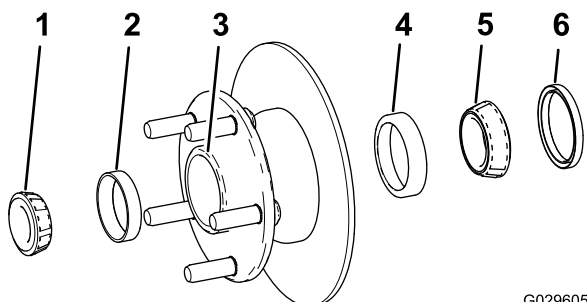

Figura 32
1. Retire o rolamento exterior e a correia do rolamento do cubo (Figura 32).
2. Retire o vedante, o rolamento interior e a correia do rolamento do cubo (Figura 32).
5. Limpe a cavidade do cubo de lubrificante, sujidade e detritos (Figura 32).
7. Coloque as correias do rolamento interior e exterior no cubo (Figura 32).
8. Encha a cavidade do cubo 50 a 80% com o lubrificante especificado (Figura 32).
9. Monte o rolamento interior na correia no lado interior do cubo e coloque o vedante (Figura 32).